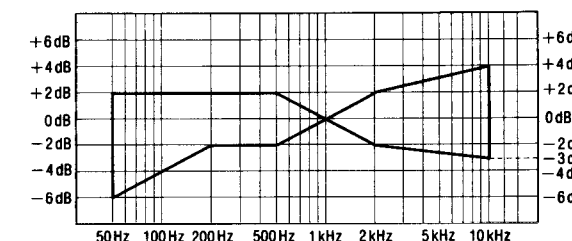

Fig. 8
4. Faire jouer le signal enregistré à l'étape 2 et vérifier que le niveau de chaque fréquence de sortie soit en deçà de la plage montrée à la Fig. 8 en comparaison avec la fréquence de référence (1kHz).